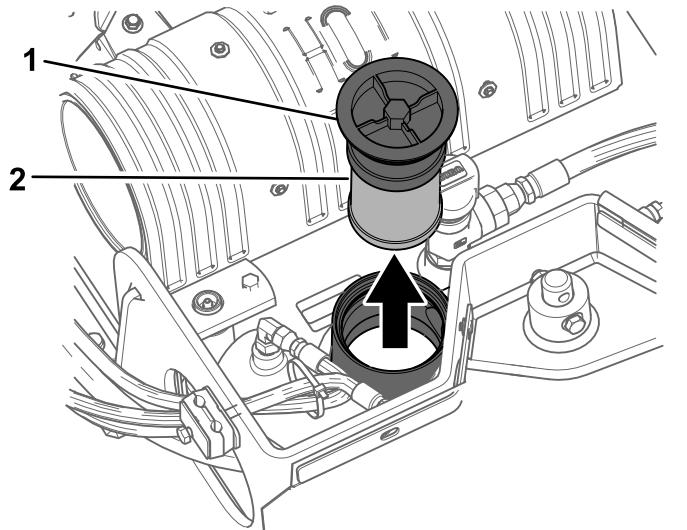

Bild 58
5. Reinigen Sie den Bereich um den Einfüllstutzen des Hydraulikbehälters und nehmen Sie den Deckel und den Filter mit einem Sechskantschlüssel aus dem Einfüllstutzen (Bild 58).
4. Entfernen und entsorgen Sie alten Filter (Bild 58).
5. Setzen Sie den Ersatzhydraulikfilter und den Fülldeckel (Bild 58) ein und ziehen Sie die Schraube oben mit 21-25 N·m an.
5. Entfernen Sie den Fülldeckel des Hydraulikbehälters und den Filter (Bild 58).
10. Setzen Sie den Hydraulikfilter und den Fülldeckel (Bild 58) ein und ziehen Sie die Schraube oben mit 21-25 N·m an.